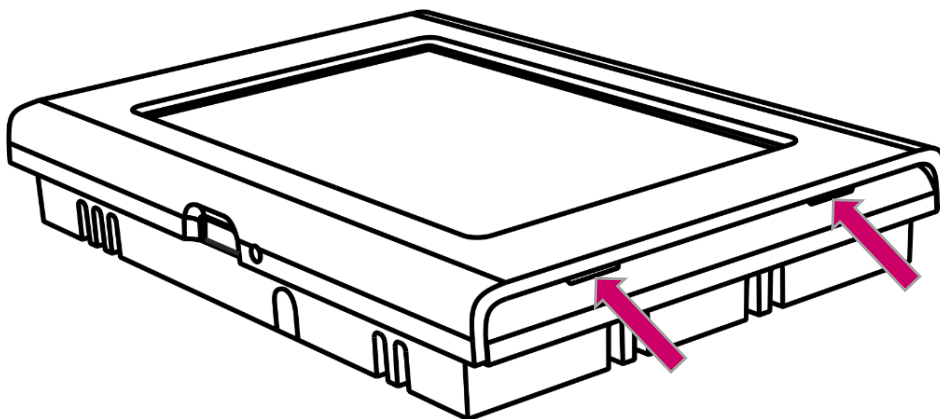

Рисунок 2.1 - Снятие задней крышки
2.2 Снимите заднюю крышку панели, для чего вставьте плоскую отвертку в зазор между верхней и нижней частью корпуса в выемки (Рисунок 2.1), слегка поверните и разъедините половинки корпуса.